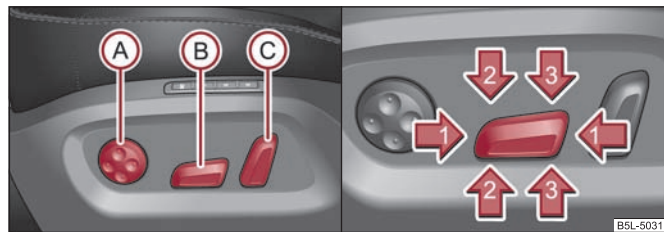

Fig. 63 Vista lateral: Ajustar los elementos de manejo del asiento / conmutador de ajuste de asiento
- Presione el conmutador ② ⇒ fig. 63 hacia delante o bien hacia atrás ① ⇒ fig. 63.
- Presione el conmutador ③ ⇒ fig. 63 hacia adelante o bien hacia atrás.
- Presione el conmutador ② delantero ② ⇒ fig. 63 o bien posterior ③ ⇒ fig. 63.
- Presione el conmutador ③ ⇒ fig. 63 hasta la posición de ajuste deseada.
- A fin de aumentar la convexidad del apoyo lumbar, pulse el conmutador ① delantero ⇒ fig. 63.